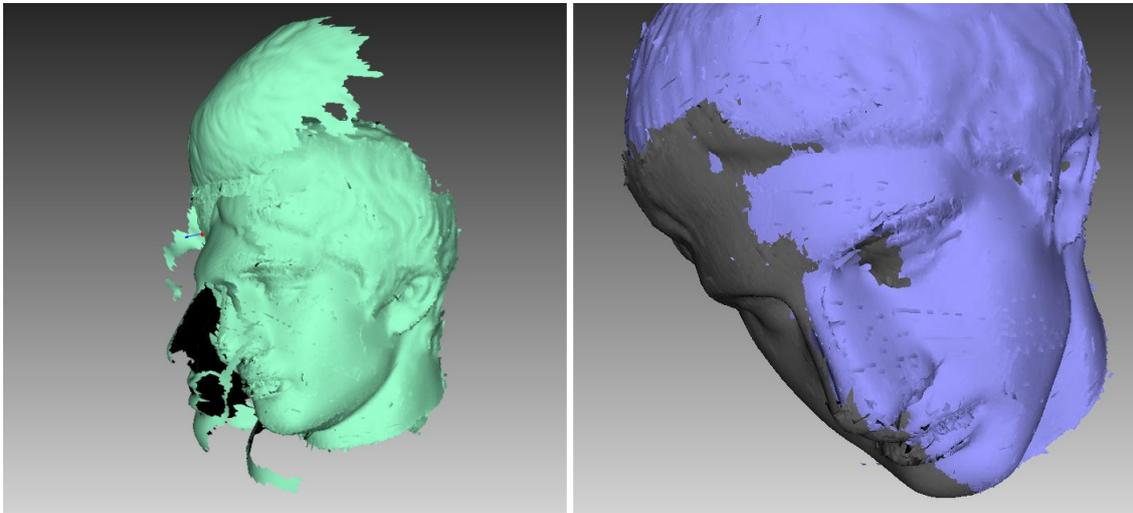

Abbildung 80: Fehler bei der globalen Registrierung: falsche Einstellungen links und Lücke zwischen Scans rechts.
- Nach Abschluss der globalen Registrierung sind die Frames ungeordnet (siehe Abb. 80, links) oder die Frame-Positionen sind unverändert. Dieser Fehler tritt auf, falls das Programm für einen anderen Scanner-Typ als den verwendeten konfiguriert wurde. Den Gerätetyp in den Programm-Einstellungen ändern (siehe Algorithmen-Einstellungen).
- Der Algorithmus wurde erfolgreich beendet, es besteht jedoch eine Lücke zwischen zwei oder mehreren Scans (siehe Abb. 80, rechts). Diese Scans im Bedienfeld *Arbeitsbereich* selektieren und den Algorithmus für die globale Registrierung durchführen. Wurden die Scans einander angenähert aber am Ende nicht ausgerichtet, die Anzahl der Iterationen erhöhen und den Algorithmus erneut durchführen. Diesen Prozess bis zur vollständigen Ausrichtung wiederholen, dann die globale Registrierung noch